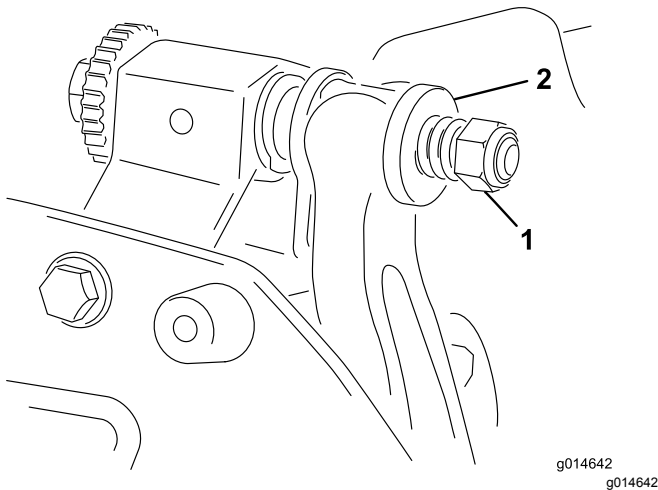

Figura 27
- Apriete la tuerca de tensado del muelle hasta que el muelle esté comprimido, luego aflójela ½ vuelta (Figura 27).